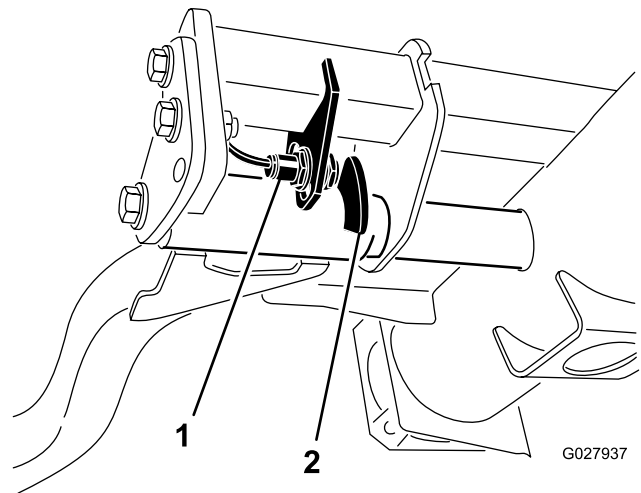

Figura 39
2. L'interruttore del braccio di sollevamento è situato sotto il serbatoio idraulico, dietro il braccio di sollevamento anteriore destro (Figura 39).